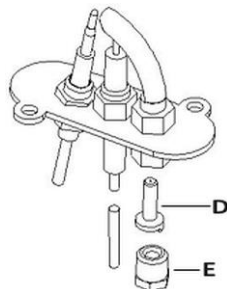

Fig. 8
1. Desserrer l'écrou de fixation (E, fig. 8).
2. Retirer la buse du brûleur d'allumage (D).